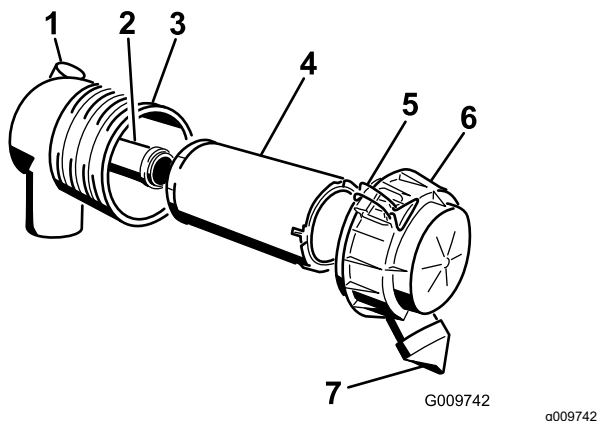

Figure 61
1. Sortez le préfiltre du boîtier du filtre avec précaution (Figure 61).
4. Si vous remplacez l'élément filtrant de sécurité, insérez-le avec précaution dans le boîtier du filtre (Figure 61).
6. Reposez le couvercle du filtre à air, le côté portant l'inscription « UP » en haut, et verrouillez-le (Figure 61).